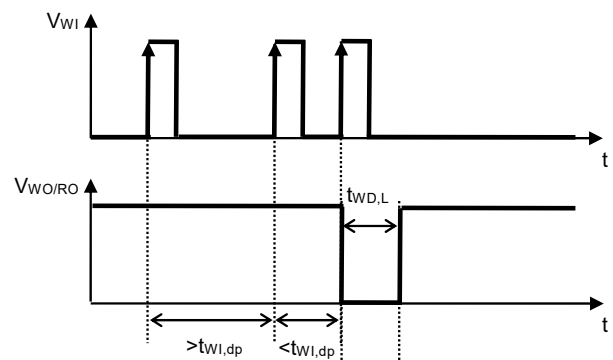

图9 看门狗双脉冲检测时间
- \*3. 从看门狗定时器开始进行触发信号检测后, 在 $t_{WI,dp}$ 期间再次检测到触发, 到WO / RO端子输出变化为 "L" 为止的时间 (参阅图9)。此值可以通过 $C_{DLY}$ 的电容值进行更改。